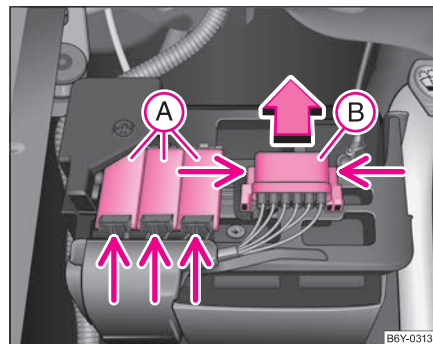

Fig. 170 Batería: Cubierta de fusibles
⇒ página 242, fig. 170 y abata las cubiertas.
- Algunos vehículos sólo disponen de la cubierta **(B)** ⇒ página 242, fig. 170. ■